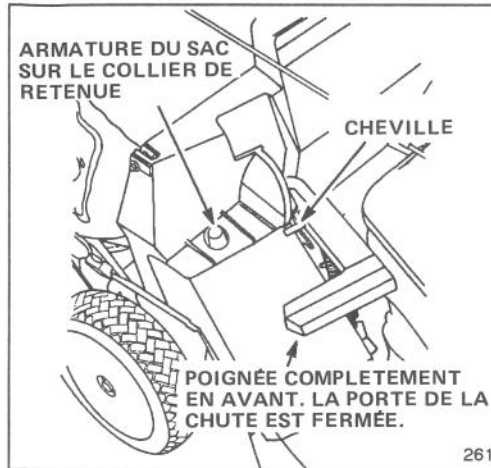

Figure 14
2. Veillez à ce que la poignée de commande de la porte de la chute soit complètement en avant et que la goupille soit engagée dans le cran (Fig. 14).
3. INSTALLATION DU SAC — Faites glisser l'orifice de l'armature du sac sur le collier de retenue du logement (Fig. 14) et placez l'arrière de l'armature du sac sur le mancheron inférieur.
l'éjection et la pousser vers l'avant pour enclencher le goujon de blocage à cran de sûreté (Fig. 14). Saisissez les poignées situées devant de derrière le sac et enlevez le sac de la tondeuse. Inclinez graduellement le sac vers l'avant pour vider l'herbe coupée.